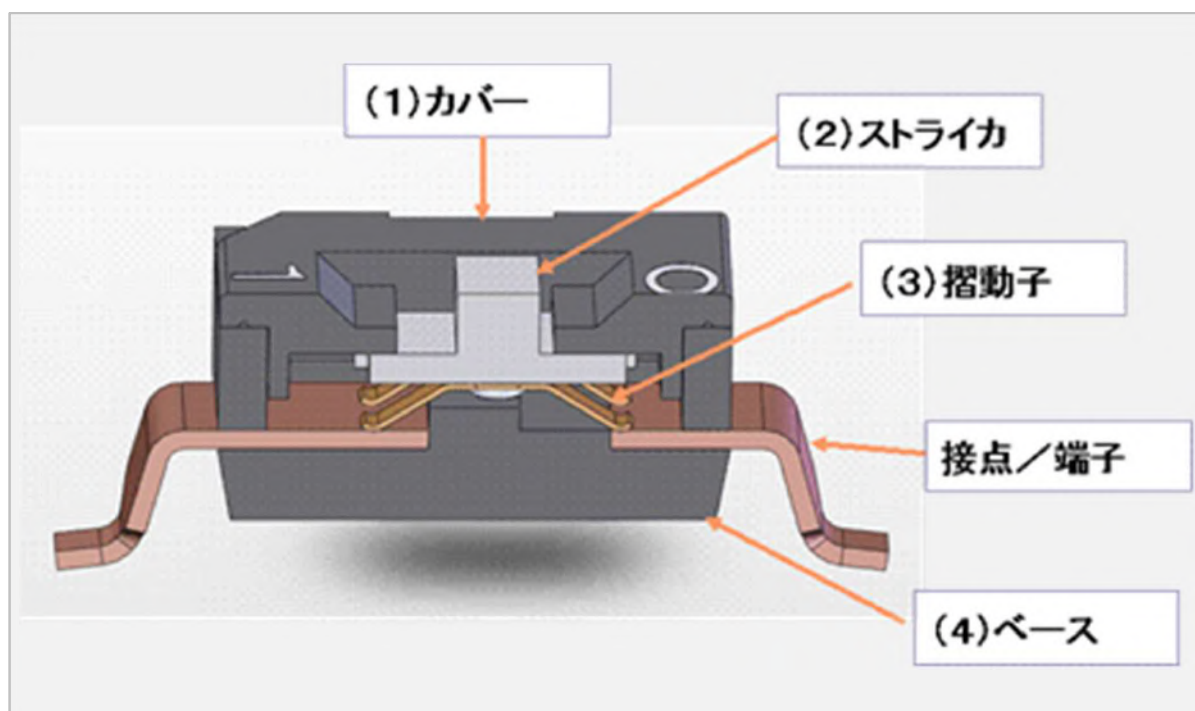

図3 ● ディップスイッチの基本構造
ディップスイッチの一般的な構造を図3に示しました。主な構成部品は、(1) カバー (2) ストライカ (3) 摺動子、(4) ベースの4つです。それぞれについて順に説明していきます。